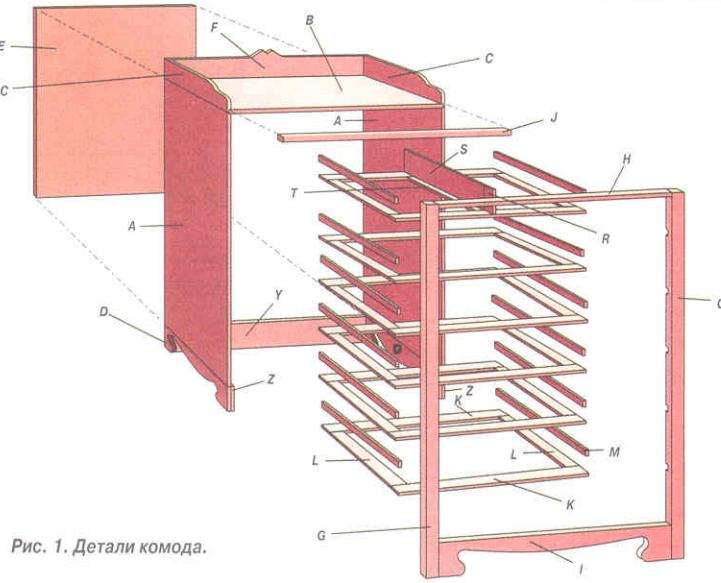

Рис. 1. Детали комода.
1. Стенки А и крышку В (рис. 1) выпиливают из фанеры. Вдоль задних внутренних краев этих деталей выбирают фальц глубиной 6 мм и шириной 10 мм, а вдоль верхних внутренних краев стенок — фальц 6x6 мм.